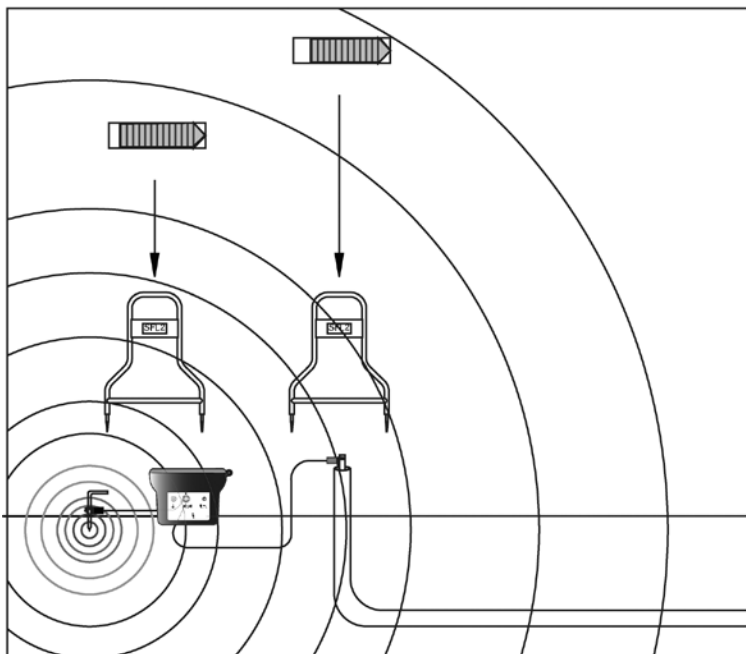

Figura 7-1. Sincronizzazione del ricevitore A-5000
5. Se la freccia punta verso il dispersore, non c'è alcun guasto. Verificare i punti di massa e le connessioni se si ottiene un'indicazione falsa di guasto. Vedi Figura 7-1.